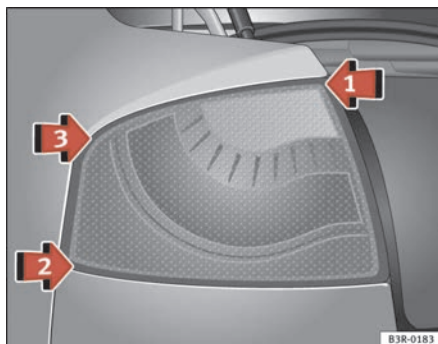
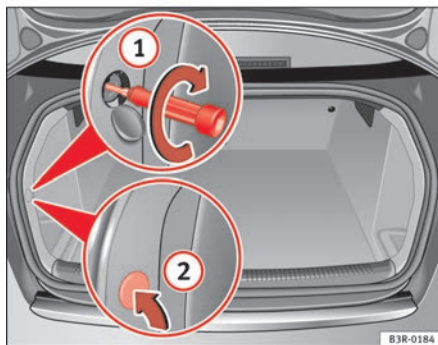

Fig. 212 Montar la unidad de luz trasera
Fig. 213 Maletero: Posición del tornillo de fijación para la unidad de luz trasera
- Coloque la unidad de luz trasera primero en ⇒ fig. 212 flecha ① en el alojamiento.
- Presione ligeramente la unidad de luz trasera, primero por el punto ② y luego por el punto ③ contra el alojamiento, hasta que los clips asienten firmemente en los cojinetes de goma.
- Ejercer una ligera presión sobre la parte superior de la unidad de luz trasera y fíjela con el destornillador desde el maletero ⇒ fig. 213 ①.
- Vuelva a colocar en su lugar la cubierta del revestimiento interior ②.